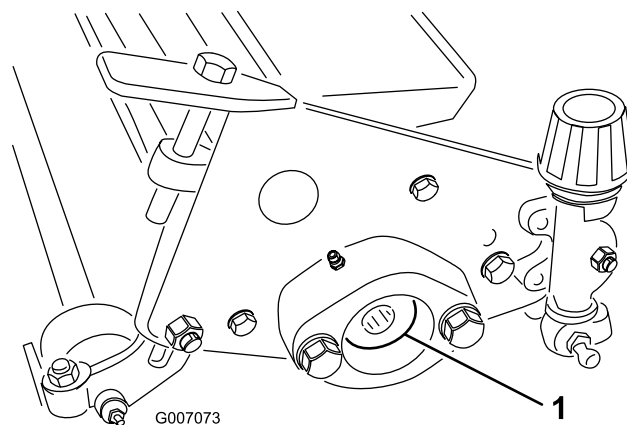

Figura 12
1. Allentare le (2) viti e rondelle che fissano il contrappeso all'estremità del dispositivo antifeltro. Rimuovere il contrappeso.
2. Allentare le (2) viti che fissano il motore del cilindro all'altra estremità del dispositivo antifeltro. Rimuovere il motore del cilindro.
3. Rimuovere i (2) viti a testa cilindrica e le rondelle di sicurezza che fissano gli alloggiamenti dei cuscinetti del cilindro a ciascuna estremità del dispositivo antifeltro (Figura 12).